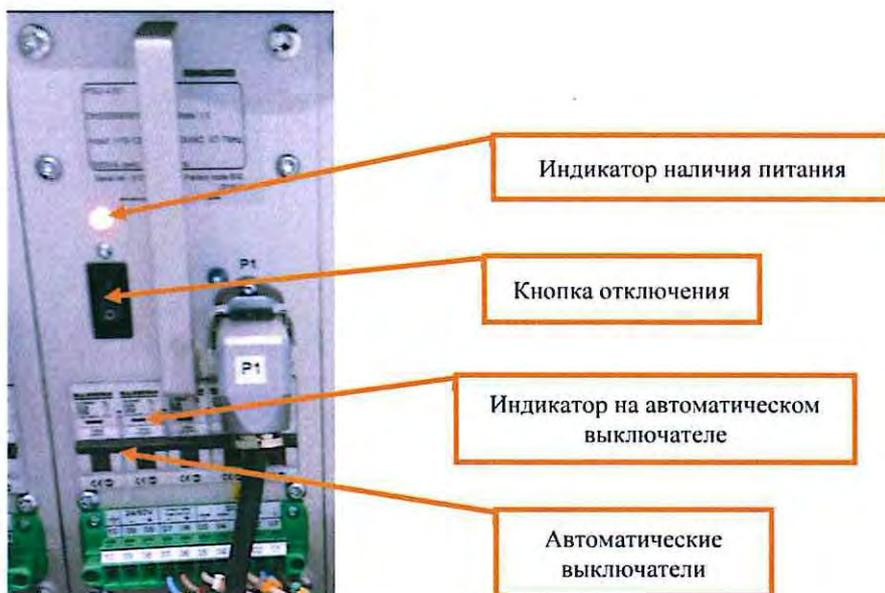

Рисунок 11. Отключение питания на PSU-410.
7.4.3 Отключить питание на лицевой панели источника питания путем нажатия тумблера «I/O», при этом гаснет красный индикатор, и отключить автоматические выключатели, при этом зеленая полоска на автоматическом выключателе меняется на красную (Рисунок 11).
7.4.9 Включить питание на лицевой панели источника питания путем нажатия тумблера «I/O», при этом должен загореться красным огнем индикатор наличия питания (Рисунок 11), и включить автоматические выключатели, при этом красная полоска на автоматическом выключателе меняется на зеленую (Рисунок 11).